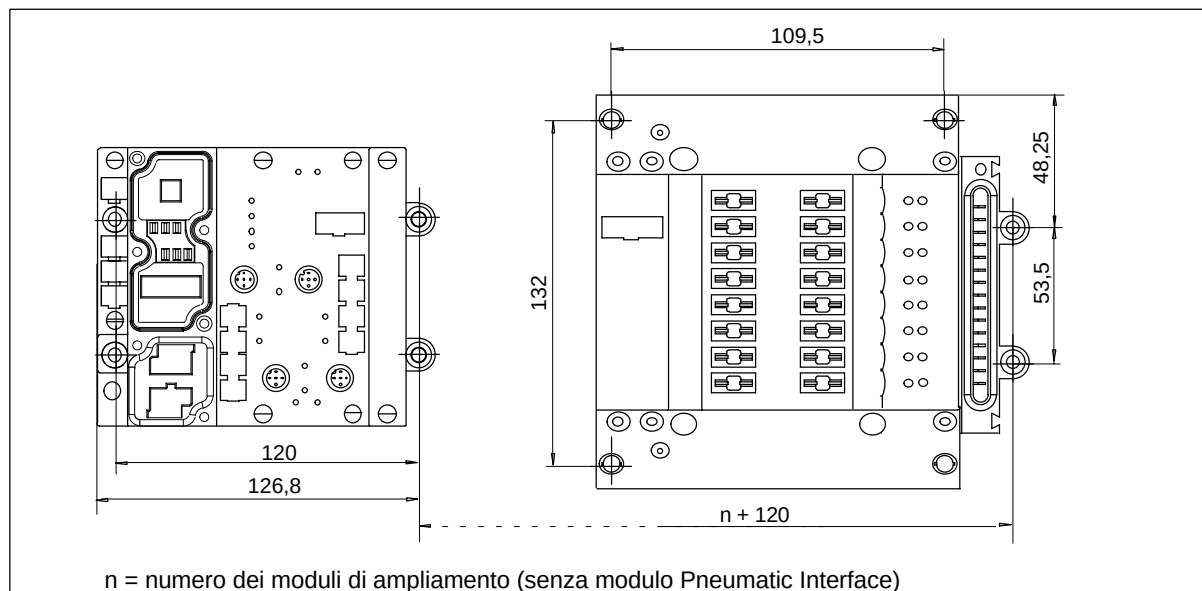

Figura 3-10 Quote per i fori di fissaggio del modulo Pneumatic Interface
1. Tracciare 4 fori per le viti di fissaggio sulla base (per le quote vedere la figura 3-10).